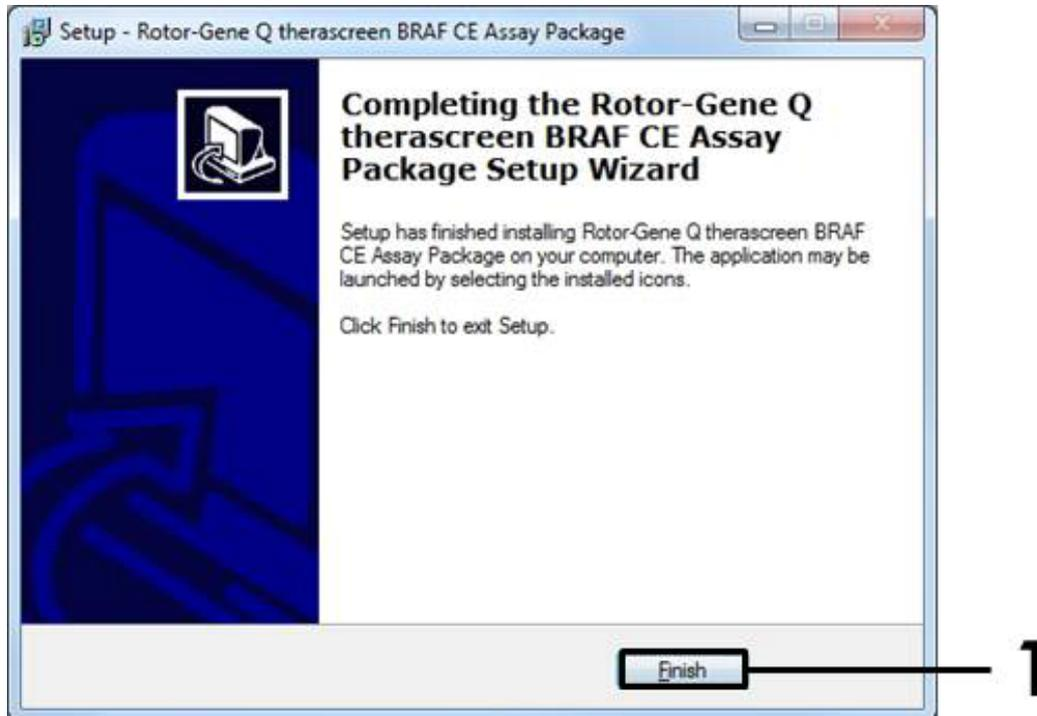

Figure 43. Fin de l'installation (1 = bouton « Finish » (terminer)).
6. L'installation par défaut démarre automatiquement. Lorsqu'elle est terminée, une boîte de dialogue « Setup » (installation) s'affiche. Cliquer sur « Finish » (terminer) pour quitter l'assistant d'installation (figure 43).